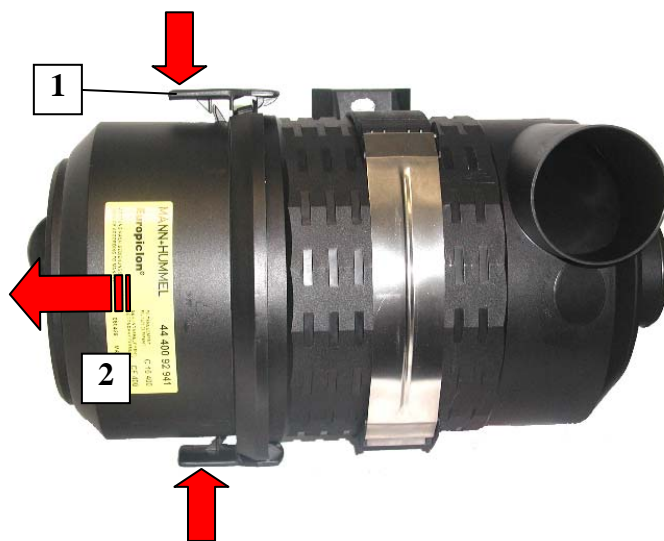

Fig. 4 Retirar la parte inferior de la carcasa
- Presionar ligeramente sobre el ala del cierre con resorte metálico (1), desbloquear el cierre y retirar la parte inferior de la carcasa (2) (véase Fig. 4).